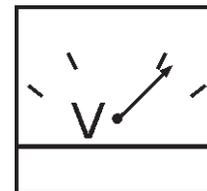
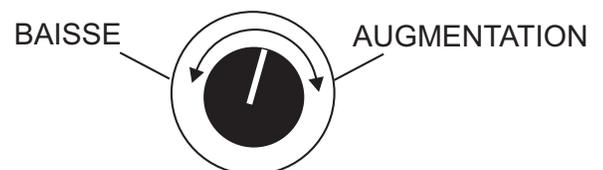

Figure 43. Voltmètre
Figure 44. Bouton de Réglage de Tension
6. Le voltmètre CA du générateur (Figure 43) affiche la puissance du générateur en **VOLTS**. Si la tension ne se situe pas dans la plage de tolérance spécifiée, utilisez le bouton de commande du réglage de tension (Figure 44) pour augmenter ou réduire la tension souhaitée.